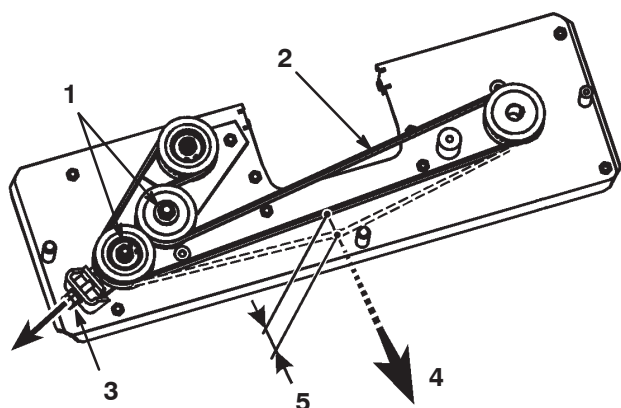

Figure 37
4. Desserrez les 2 écrous hex. sur la poulie de tension (Fig. 37).
5. Réglez l'écrou M10 jusqu'à ce que la courroie présente une flèche de 5 mm quand elle est soumise à une force de 30 N (Fig. 37).